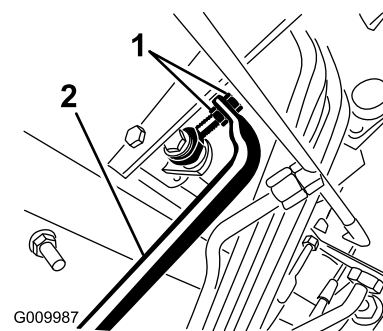

图 71
5. 调节泵杆端的锁紧螺母向前移动泵控制管防止前进向后移动泵控制管防止后退(图 71)。